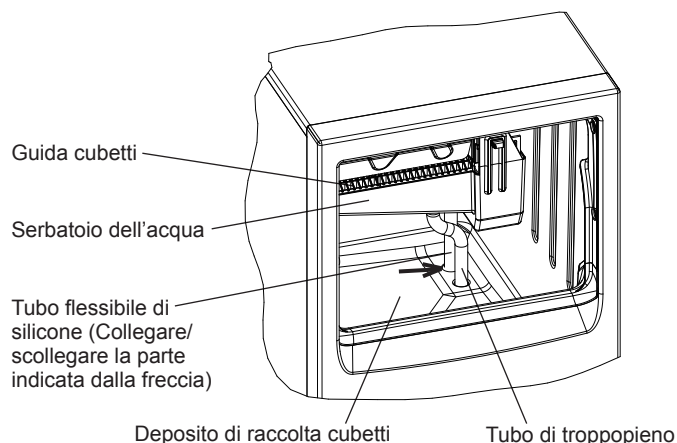

Fig. 5
- 5) Scollegare il tubo flessibile di silicone per lo scarico dell'acqua dal serbatoio dell'acqua. Ricollegare il tubo flessibile di silicone nella posizione corretta dopo aver scaricato tutta l'acqua. Vedere Fig. 5.